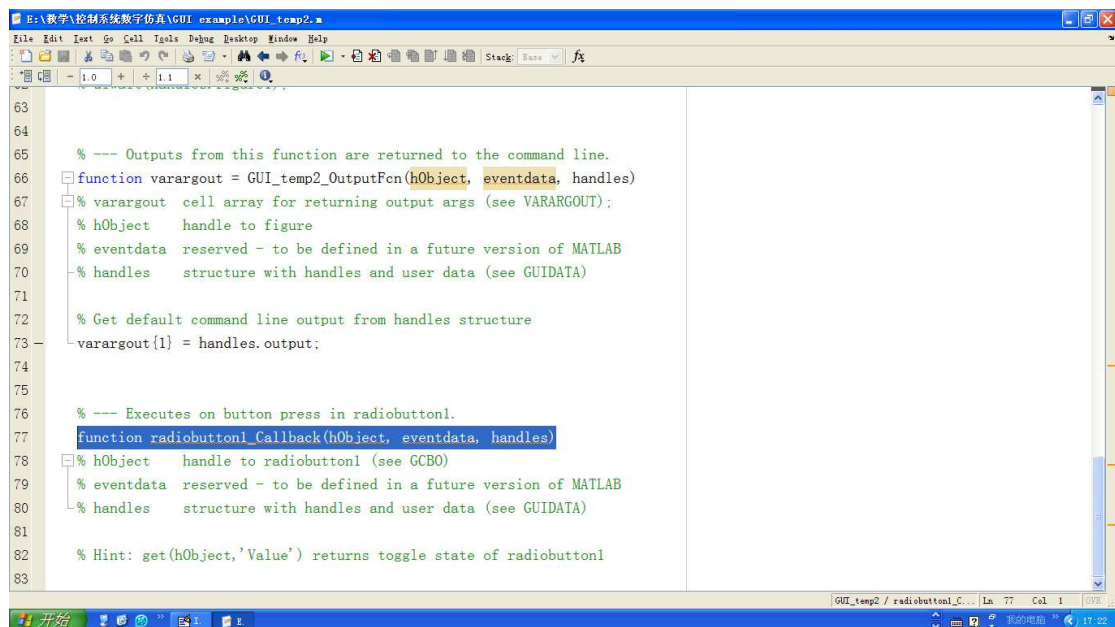

图 11 GUI 界面的模板文档
6. 双击“Callback”属性的  图标，弹出该 GUI 界面的模板文档，如图 11